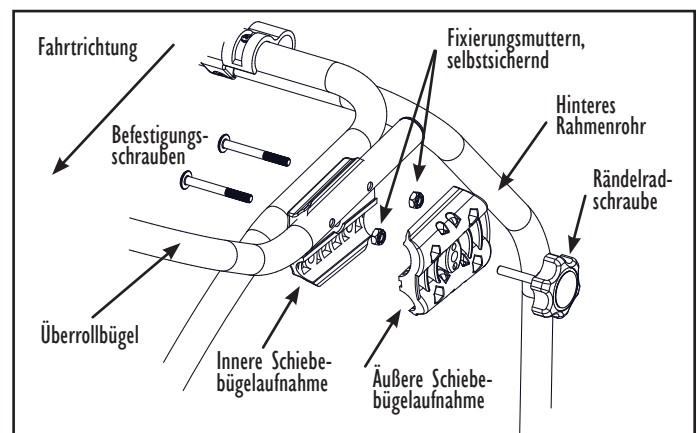

Abbildung 16: Montageskizze Überrollbügel
2. Stecken Sie die linke innere Aufnahme von außen auf die herausragenden Schrauben (s. Abbildung 16 & 18).
4. Führen Sie die aus der linken inneren Aufnahme herausragenden Schrauben so durch die linken Bohrungen im Überrollbügel, dass dieser nach vorne zeigt (s. Abbildung 16 & 19).
5. Setzen Sie die rechte äußere Schiebebügelaufnahme auf den Überrollbügel auf (s. Abbildung 16 & 24).